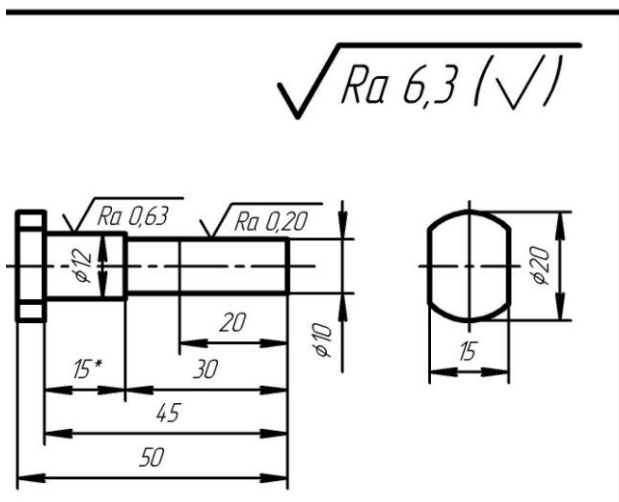

Рис. 1. Пуансон
1. Откройте новый **Чертеж** и сохраните его, заполнив основную надпись (наименование “Пуансон”). Выполните чертеж пуансона (рис. 1), располагая на различных *Слоях* его проекции (слой “Пуансон”), оси (слой “Оси”), размеры и знаки шероховатости поверхностей (слой “Размеры и обозначения”).